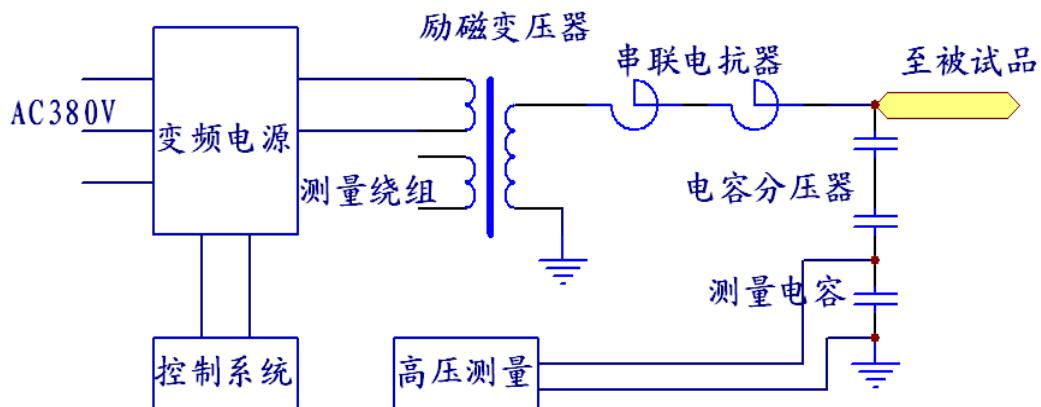

图 32 HMCXZW 型变频电源装置进行串联谐振交流耐压试验接线图
- 9.2.1 按照图 32 方式接好回路，试验电压的测量可以通过电容分压器测量。确认试验回路无误后，先不带试品进行空升试验。谐振回路由电抗器和电容分压器组成。整个装置与被试品之间通过一个无晕的高压导线连接。然后设置好分压比、测试电压、过电压保护、测试电流、试验时间、打开高压电流与电压等数据即可进行升压试验。
- 10.7 变频柜的负载能力必须按图 32 的曲线规定范围内，严禁在低电压时带大电流负载。在曲线的下部分为安全区。超过该区域将增大三极管损耗，严重时导致放大回路的三极管损坏。当超过了曲线，工作在曲线的上方，屏幕上的输出电压和输出电流将闪动提示。如果继续进行试验，变频柜中将会发出跳闸信号，同时屏幕上显示“功率曲线保护”，并且控制箱中发出“滴滴”的报警声。此时需要改变中间升压变压器的变比或者降低负载电流才能够继续进行试验。